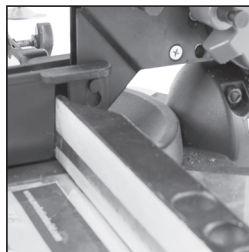

FIG. 15
- Zorg ervoor dat de rechter- en linkerkant van de beschermkap koppelen met hun respectievelijke borgpenen op de onderste vaste bladbeschermkap aan de achterkant en dat de uitzaagsleuf aan de rechterkant van de hulpbeschermkap over de geleider van de machine zit. **(Fig. 15)**